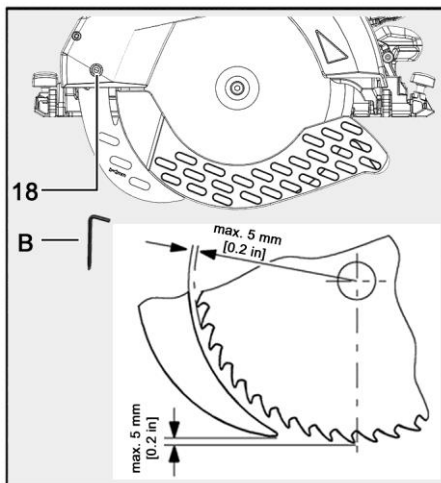

Fig. 64: Distancia de la cuña de partir a la hoja de sierra
- Respete la distancia máxima con el disco de sierra (ver fig. 64).